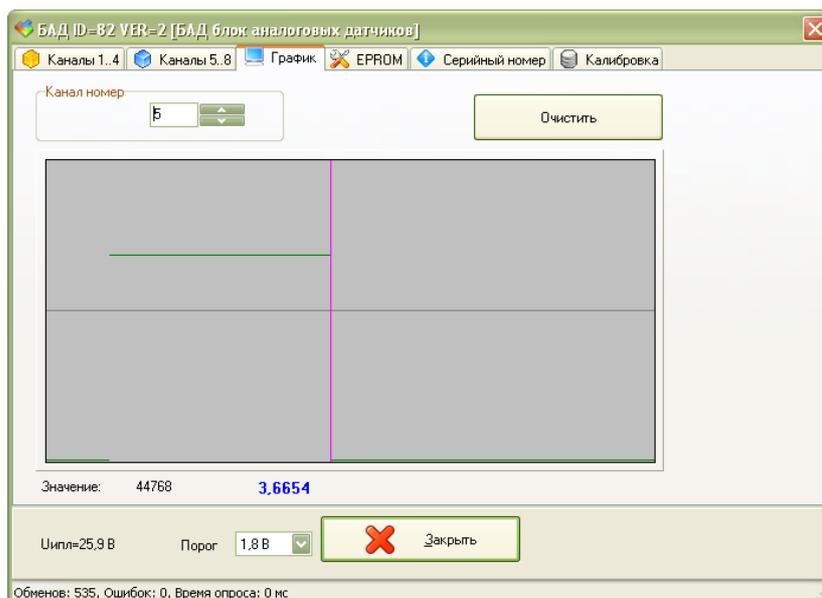

Рисунок 22 - Окно «График»
3) На вкладке «График» значение выбранного канала измерения представлено в виде графика изменения параметра во времени (рисунок 22).